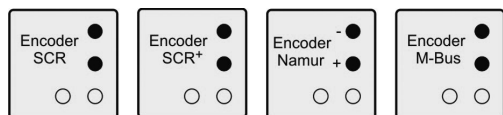

Figura 10: Etiqueta adhesiva Encoder
- Utilice para la conexión sólo cable blindado (DIN EN 60079-14) y preste atención a la correcta asignación de las clavijas (ver etiqueta adhesiva junto a la tapa de la caja de bornes), figura 10.